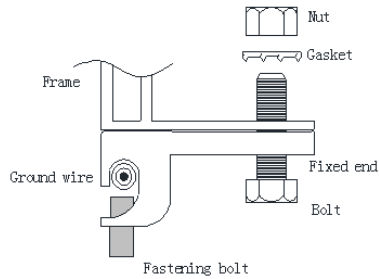

図 7: アルミニウムフレームを銅線で接地します。
- マークされている 5.5m の接地穴を使って陽極酸化アルミナフレームを接地します。M5 ナット、M5 ガasket、および M5 ボルトを使って、ボルトと接地線を締め付けます。ナット、ボルト、およびガasketは全てステンレススチール製です。図 7を参照してください。